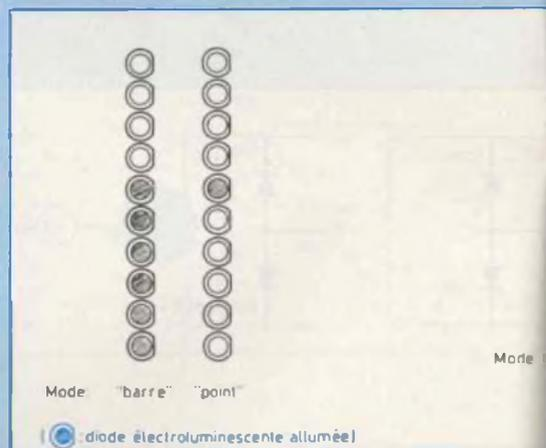

Fig. 1
**L**e badge est constitué d'un circuit imprimé de dimensions 27,94 x 38,1 mm (soit 11 x 15 pas de 2,54 mm). Sur celui-ci se trouve dix diodes électroluminescentes de 3 mm de diamètre qui scintillent suivant le niveau sonore ambiant. Deux modes de scintillement sont proposés, représentés à la figure 1 : le mode "barre" commandant l'allumage des diodes électroluminescentes correspondant au niveau inférieur et égal du son ambiant et le mode "point" commandant l'allumage de la diode électroluminescente correspondant au niveau du son ambiant.